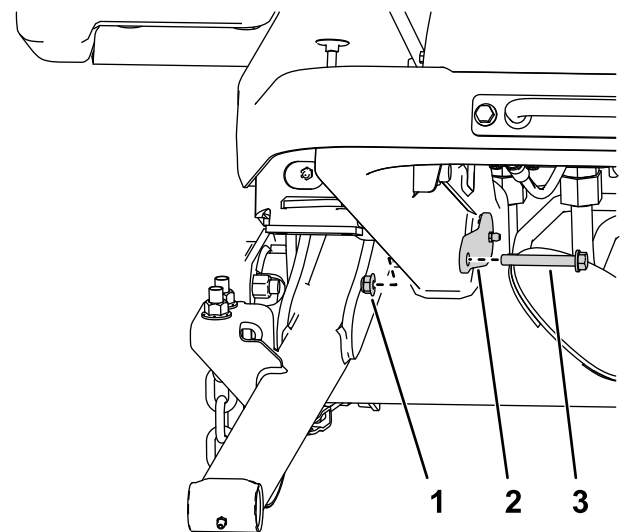

Figura 4
- D. Îndepărtați piulia și uruburile care fixează tifturile mari pe brațele de ridicare, așa cum se arată în Figura 4.